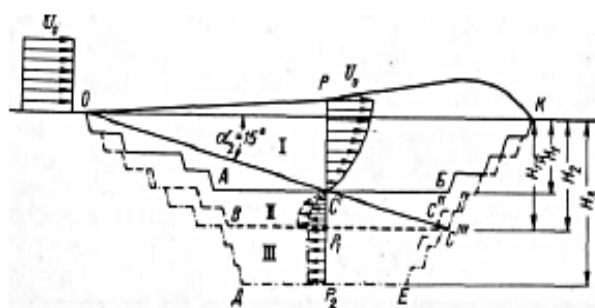

Рис. 2. Схема к определению основных этапов отработки карьера в зависимости от эффективности его естественного проветривания:
Основные этапы отработки карьера, исходя из схем его естественного проветривания могут устанавливаться графическим и аналитическим способами. Графический способ хотя и более трудоемок по сравнению с аналитическим, однако он более нагляден. Для решения этой задачи на плане карьера в обрабатываемом проектном контуре строятся характерные вертикальные профили, проходящие через его глубокую часть (рис. 2). Критерием оценки эффективности проветривания является безразмерная величина:
Из рис. 2 и формулы (1) следует, что при различном сочетании $H_{гр}$ и H величина \bar{H} может иметь разные значения в диапазоне $0 \geq \bar{H} \leq 1$. Исходя из эффективности естественного проветривания с учётом влияния вредных примесей на уровень загрязнения атмосферы карьера, основные этапы его отработки соответствующим глубинам, определяемым величиной \bar{H} : первый этап — $\bar{H} > 0$; второй — $0,5 > \bar{H} > 0$; третий — $\bar{H} < 0$.
На первом этапе отработки объем $OABKO$ (рис. 2) проветривается по прямооточной (при $\beta_n \leq 15^\circ$) или рециркуляционно-прямоточной схеме (при $\beta_n > 15^\circ$). При этом его большая часть находится в зоне действия прямых потоков воздуха, а рециркуляцией охвачен сравнительно небольшой объем ($OAC'O$), примыкающий к подветренному борту карьера. Вследствие этого загрязнения атмосферы не возникают или их уровень незначителен, а скорости воздушного потока у поверхности уступов и дна карьера при среднегодо-